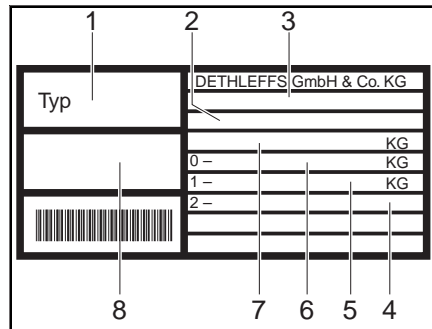

Bild 171 Kinderbettleuchte
- Leuchtenabdeckung der Kinderbettleuchte (Bild 171) leicht zusammengedrücken und abnehmen.